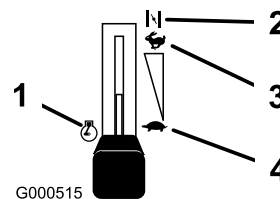

Bild 10
3. Stellen Sie den Gasbedienungshebel auf Choke (Bild 10), bevor Sie einen kalten Motor anlassen.
5. Schieben Sie den Gasbedienungshebel, sobald der Motor angesprungen ist, auf Schnell (Bild 10). Stellen Sie, wenn der Motor aussetzt oder unregelmäßig läuft, den Gasbedienungshebel für ein paar Sekunden wieder zurück auf Choke. Schieben Sie dann den Gasbedienungshebel in die gewünschte Stellung. Wiederholen Sie diesen Vorgang nach Bedarf.
1. Stellen Sie dann den Gasbedienungshebel auf „Schnell“ (Bild 10).